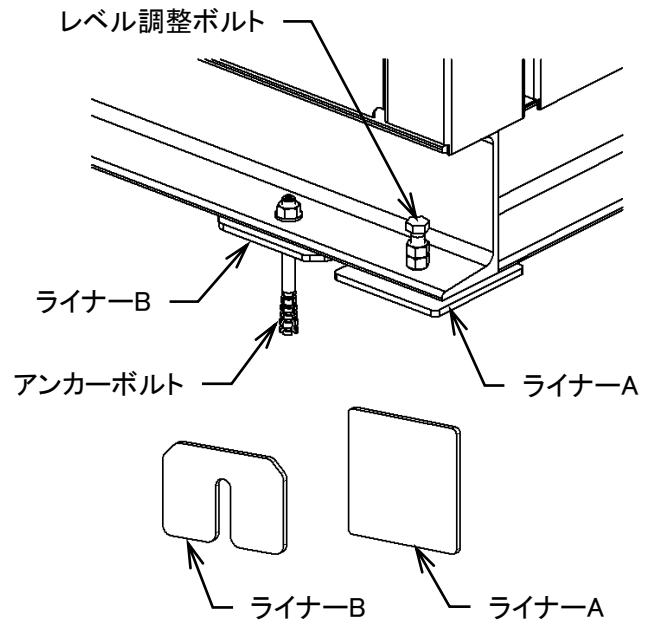

図 4-3
- 1) 機械据付ベッドチャンネルに捻じ込まれた前後 6 箇所のボルト(M12)の下、及びアンカー施工 4 箇所の下に付属の鉄板製ライナーA,B を敷き、機械をその上に据付けます。(図 4-3)